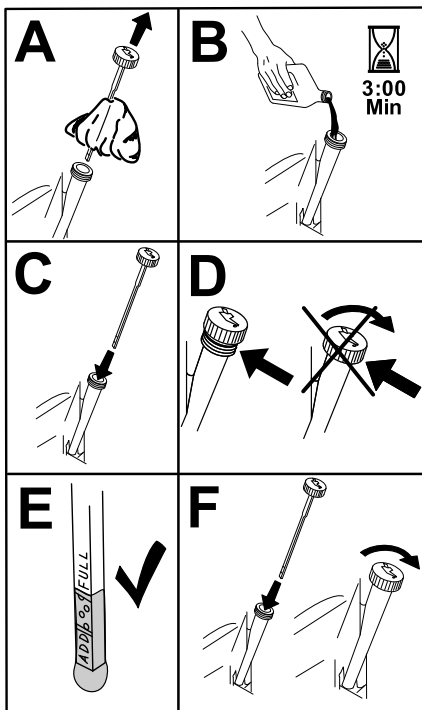

Figura 32
6. Vierta lentamente un 80 % aproximadamente del aceite especificado por el tubo de llenado, luego añada lentamente el resto del aceite hasta que llegue a la marca de **Lleno** (Figura 32).